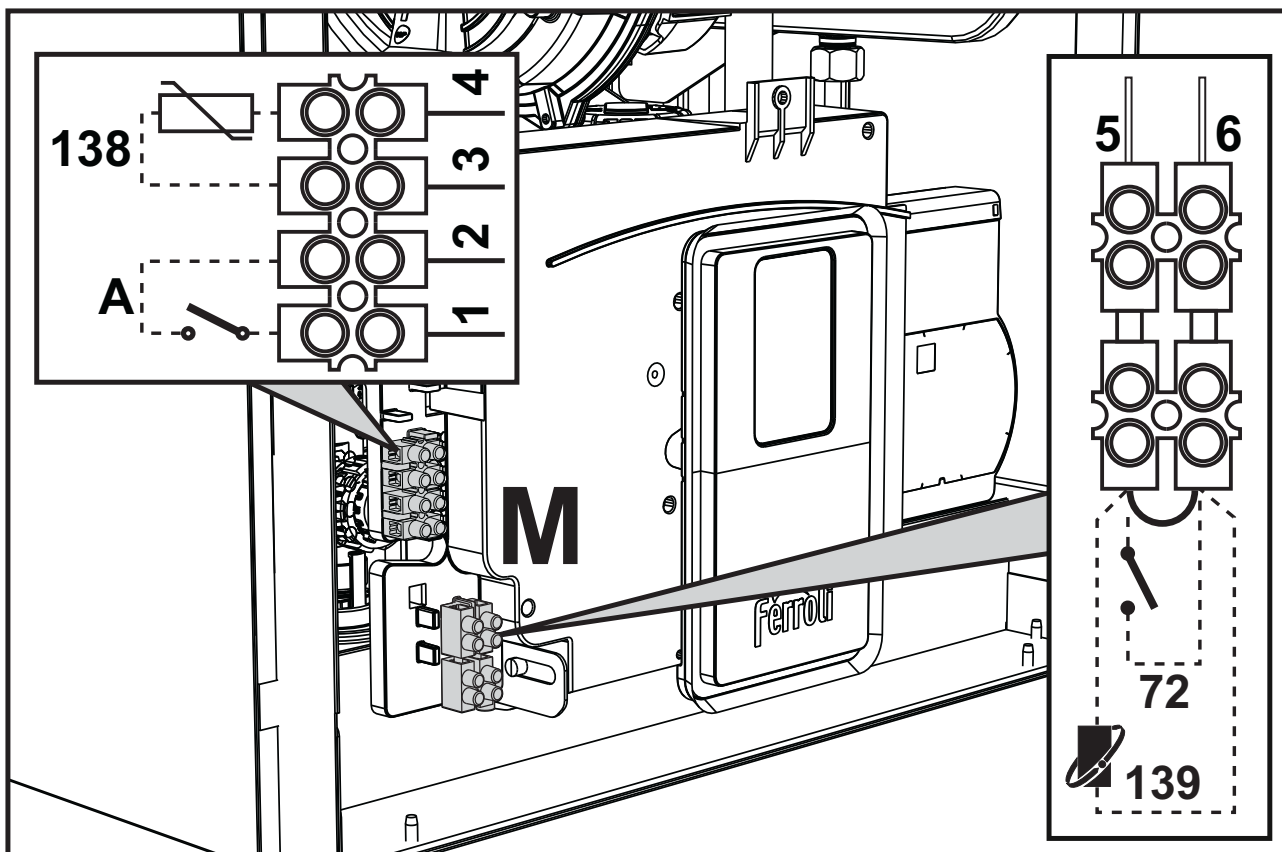
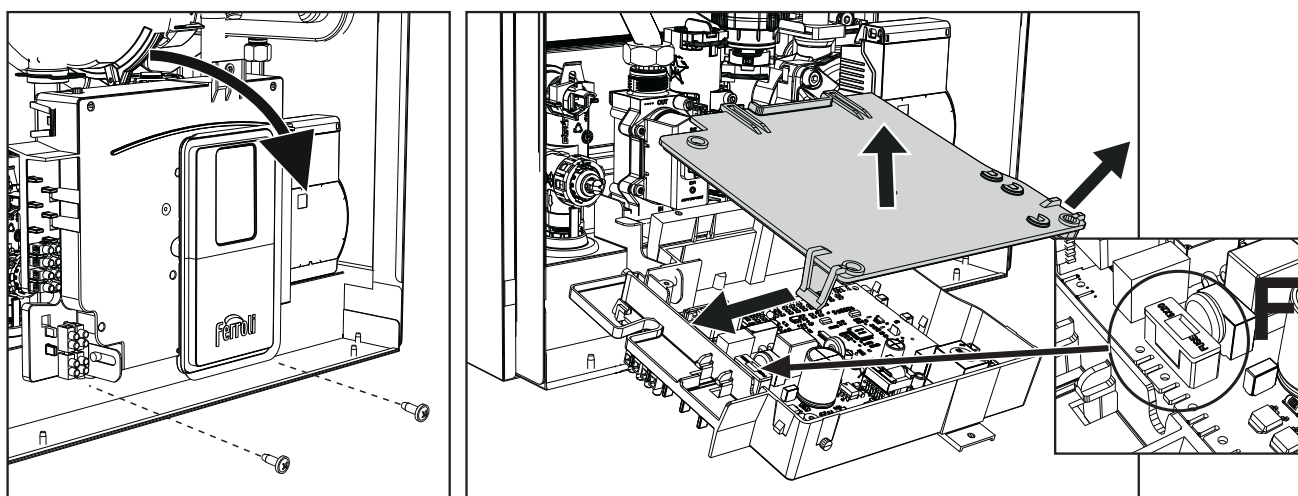

fig. 32
fig. 33
Après avoir retiré le panneau avant ("Ouverture du panneau avant" on page 38), il est possible d'accéder aux borniers (M) et au fusible (F), en suivant les indications ci-après (fig. 32 et fig. 33). **Les borniers indiqués en fig. 32 doivent être du type à contacts propres (et non pas 230 V).** La disposition des barrettes pour les différentes connexions est reportée dans le schéma électrique au chapitre des données techniques fig. 67.
Configuration interrupteur ON/OFF (A fig. 32)